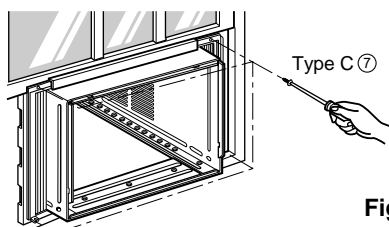

Fig. 6
- 9 Fixez chaque volet d'étanchéité ① à la coulisse de châssis à l'aide de vis de type C ⑦. (Voyez la fig. 6.)